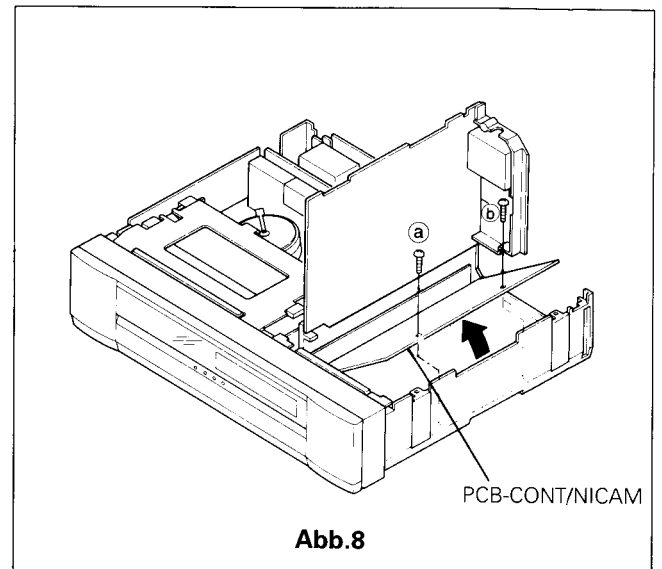

Abb.8
- b. Entfernen Sie die 2 Schrauben (a) und (b) die die Kontrollplatinen befestigen wie in Abb.8.